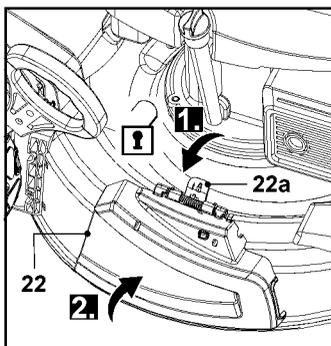

Рис. 18
2. Поверните защёлку (22а) вниз и удерживайте, чтобы снять ее (рис. 18, шаг 1).
3. Откройте боковое защитное устройство (22) и удерживайте его в нужном положении (рис. 18, шаг 2).